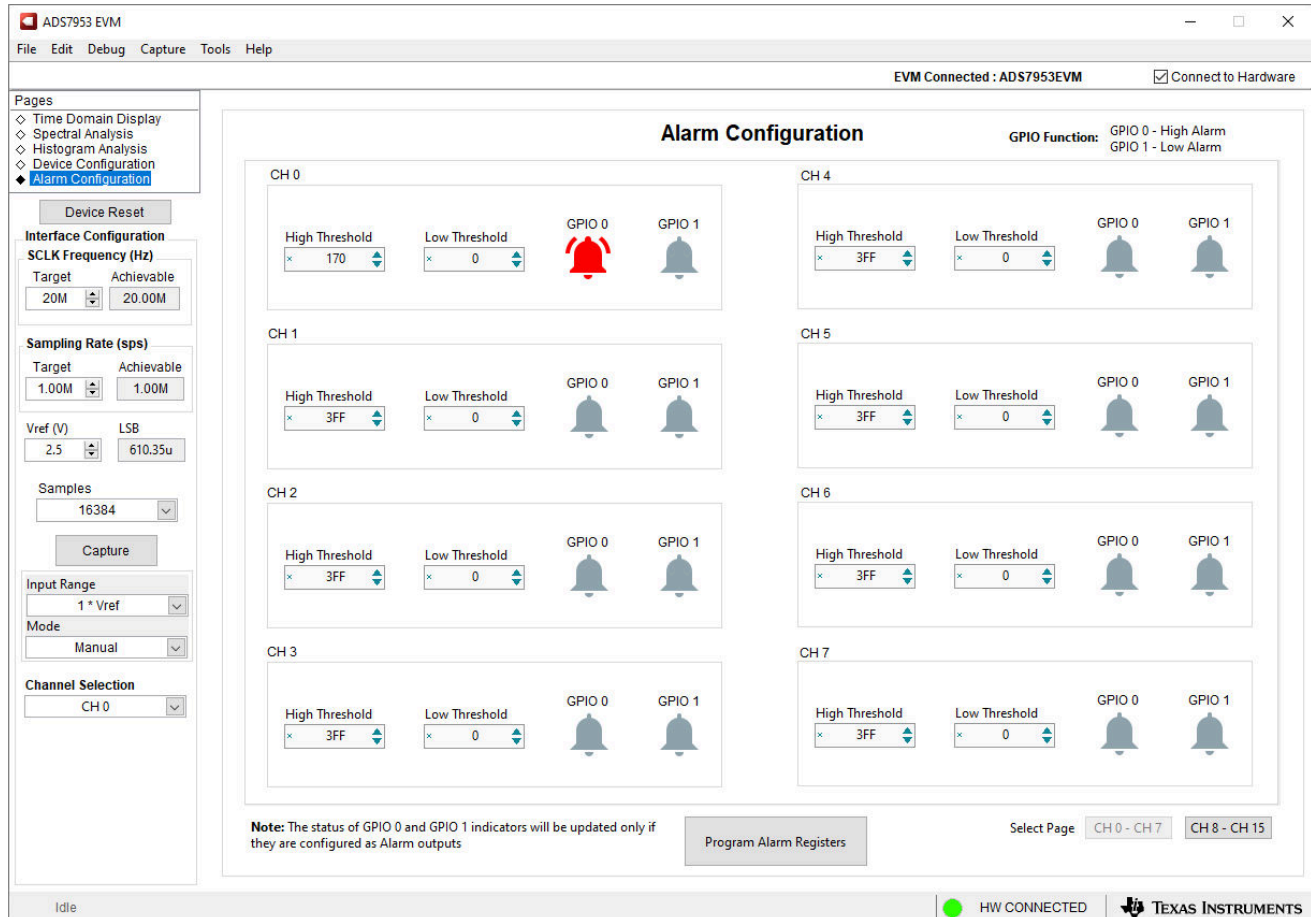

图 6-7. “报警配置” 页面
**Alarm Configuration** 页面 (图 6-7) 用于设置 ADS7953 ADC 的报警阈值。该器件具有报警功能，允许将 GPIO0 配置为高电平或低电平或仅配置为低电平报警阈值并将 GPIO1 配置为低电平报警阈值。要设置这些 GPIO 配置，可以转到 **Device Configuration** 页面并使用下拉菜单为两个 GPIO 选择适当的功能。在 GUI 中，这些阈值使用一个 12 位十六进制值进行设置，并且可在所有 16 个通道上使用。如果超过阈值，GPIO0 或 GPIO1 下的响铃会亮起，具体取决于超过了哪个阈值以及两个 GPIO 的配置。要对值进行编程，请输入适当的阈值，然后点击 **Program Alarm Registers** 按钮。默认情况下只会显示通道 0 至 7。要为其他八个通道设置阈值，请点击窗口右下角 **Select Page** 旁边的 **CH8-CH15** 按钮。